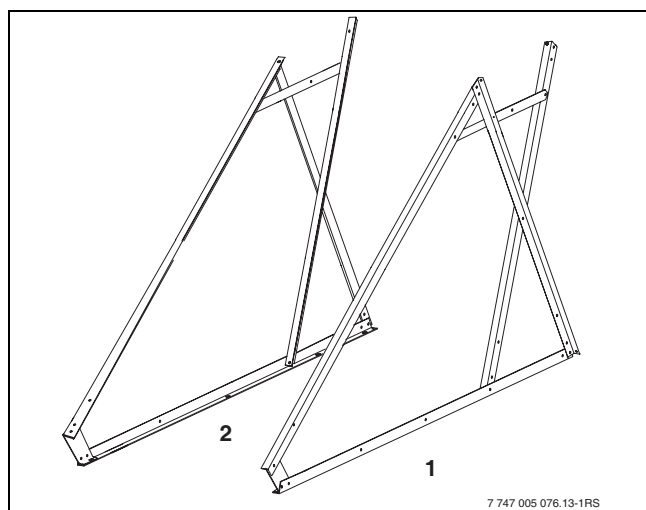

Fig. 13 Monter un autre triangle
- Monter un autre triangle latéral (fig. 13, [2]) de manière symétrique par rapport au premier [1].